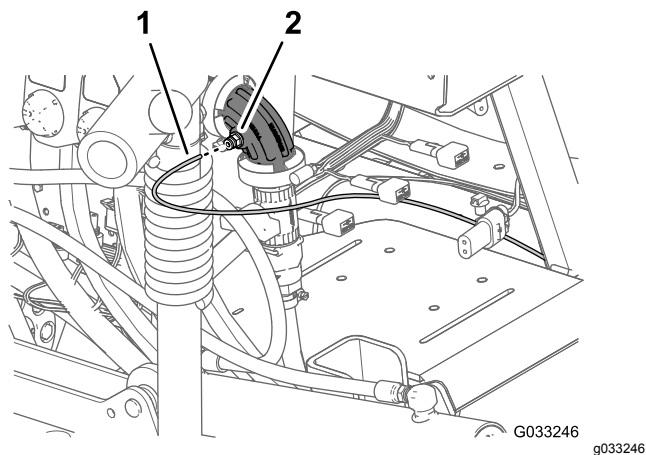
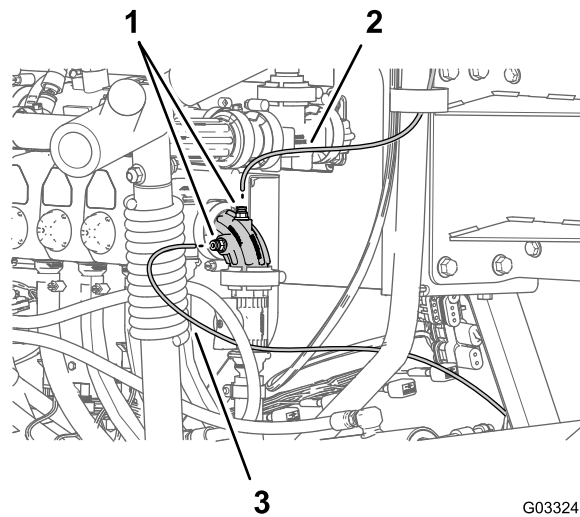

图140
图141
1. 将仪表板内压力计压力传感管塑料的末端与管子连接器的锁环对齐 图140和图141。
2. 将传感管插入锁环直至管子完全入位 图140 和 图141。